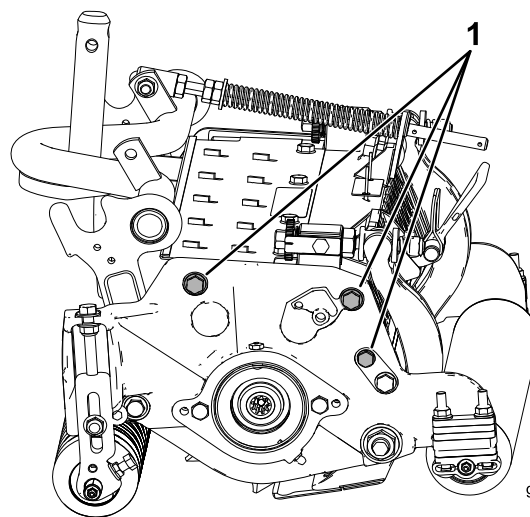

**Figura 11**
1. Reglai consolele rolei posterioare (Figura 11) la intervalul înălțimii de tăiere dorite, poziționând numărul necesar de distanțiere sub flana de montare a plăcii laterale (Figura 11) conform Diagramei cu înălțimile de tăiere.